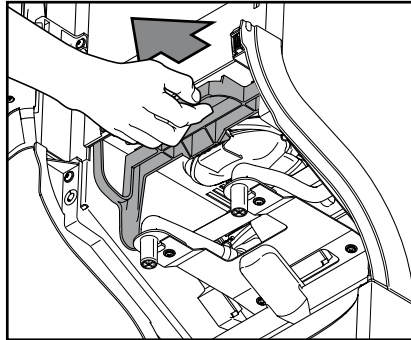

Bild 37
- Dra i låset för att lossa hela mix-enheten (bild 37).